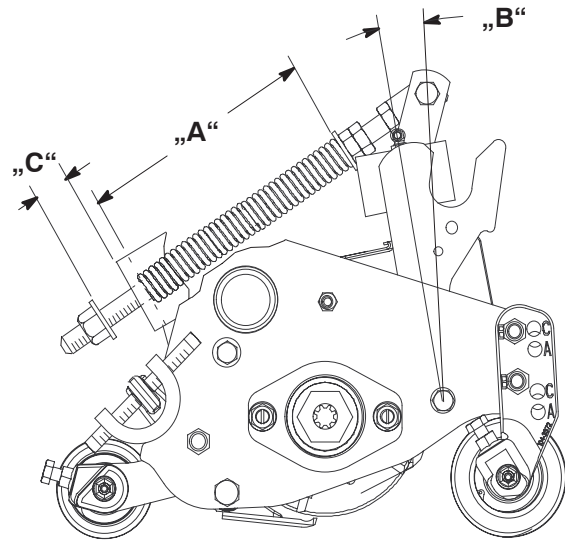

Bild 15
Die Rasenausgleichsfeder (Bild 15), die den Trägersrahmen mit dem Mähwerk verbindet, steuert die für das Mähwerk mögliche Drehung nach vorne bzw. hinten.
1. Ziehen Sie die Sicherungsmutter hinten an der Federstange fest, bis der Abstand (C) zwischen der Federhalterung hinten und der Scheibe vorne **32 mm** beträgt (Bild 15).
2. Ziehen Sie die Sechskantmutter vorne an der Federstange fest, bis die komprimierte Länge (A) der Feder **159 mm** beträgt (Bild 15).